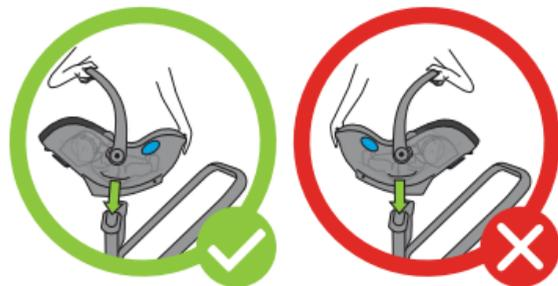

Figure 74
- Vérifiez que la ligne de référence d'inclinaison bleue située sur le côté du siège est parallèle au sol, comme illustré à la **Figure 74**. Si ce n'est pas le cas, détachez la ceinture et revenez à l'**étape 6**.
- Une fois l'enfant correctement installé dans le porte-bébé, positionnez le porte-bébé de sorte que les points de fixation de la poussette sur le porte-bébé soient positionnés directement au-dessus des adaptateurs de siège d'auto pour poussette et abaissez le porte-bébé sur les adaptateurs, comme illustré à la **Figure 74**.